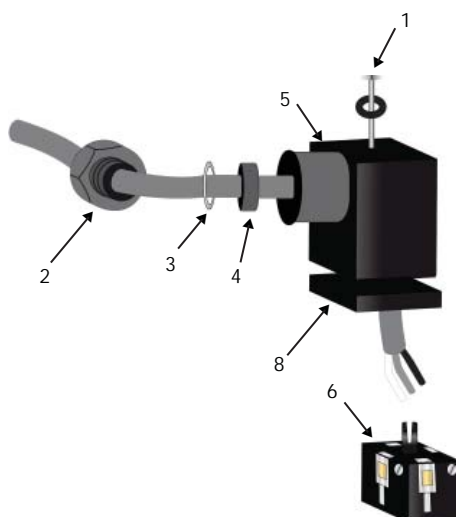

Рис. 19 Разъем датчика давления
- b. Отделив разъем от датчика, полностью выньте центральный винт (1) (рис. 19).
- c. Удалите прокладку (8) (рис. 19) с разъема.
- e. Обеспечьте, чтобы наружный диаметр выбранного кабеля соответствовал кабельному уплотнению внешнего корпуса. Для обеспечения полной защиты диаметр кабеля датчика должен быть не менее 4,6 мм. Пропустите кабель через гайку кабельной втулки (2), шайбу (3), уплотнение (4) и наружный корпус (5) (рис. 19).
- f. Установите обжимы/обжимные втулки на концы кабеля. Соедините провода с винтовыми ячейками клеммного блока (6) в соответствии с нижеследующей схемой распределения контактов. Каждый контакт помечен своим кодом.
- h. Затяните кабельное уплотнение (2) (рис. 19) на кабеле. Чтобы обеспечить защиту, убедитесь в том, что уплотнение не повреждено, и что оно собрано правильно.
- i. Наденьте клеммный блок (6) на соединительные контакты датчика.
- j. С помощью винта и уплотнительного кольца закрепите разъем на датчике (1) (рис. 19). Для обеспечения полной защиты винт необходимо затянуть с усилием не менее 3,4 Нм.